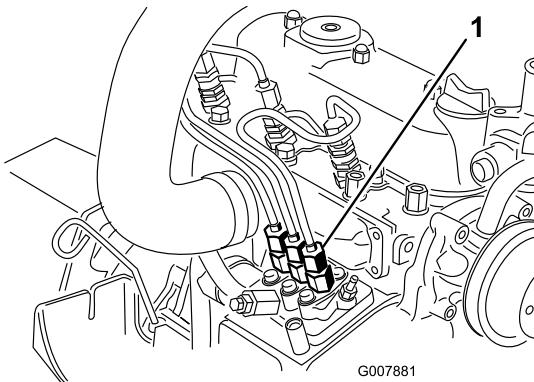

Figura 69
- Coloque un trapo debajo del conector del tubo que viene desde la bomba de inyección a la boquilla del inyector N° 1, según se muestra en la Figura 69.